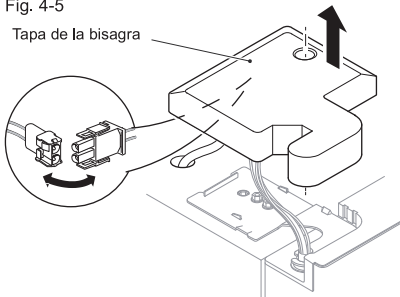

Fig. 4-6
2. Aloje los tornillos que sujetan la bisagra superior y retire la bisagra (Fig. 4-6).